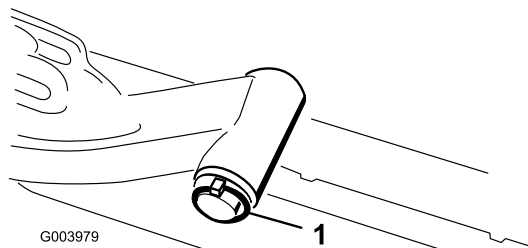

Figure 11
- A. Retirez la goupille à anneau et la rondelle qui fixent l'axe de pivot du bras de relevage au bras de relevage, et sortez l'axe de pivot du bras (Figure 11).
- C. Insérez l'axe du bras de relevage dans le bras de relevage et fixez-le à l'aide de la rondelle et de la goupille à anneau (Figure 11).